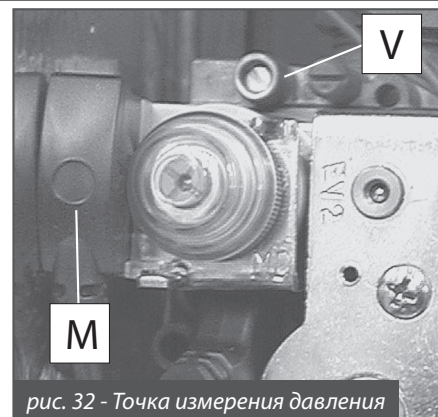

рис. 32 - Точка измерения давления
- установить манометр в ниппель контроля давления **V** (рис. 32);
- отсоединить электроконтакт bobины модулятора **M** (на рис. 32);